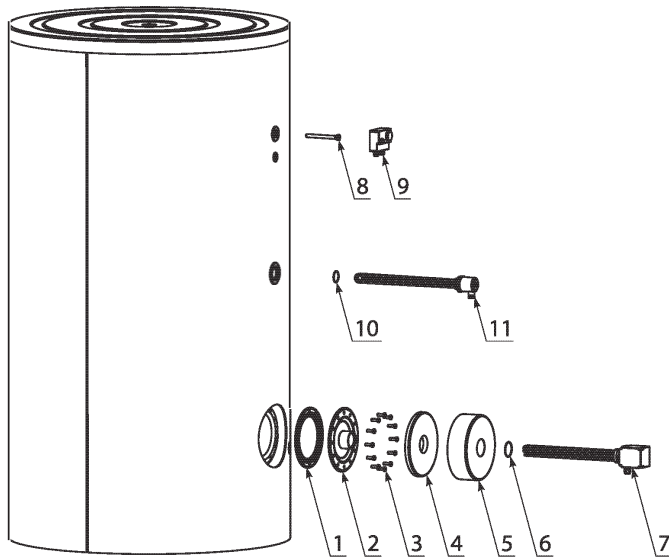

Fig 3
- Комбіноване температурне керування встановлюється на муфті бойлера з позначкою TR. Див. Fig.3 (8 - гільза; 9 - комбіноване температурне керування).